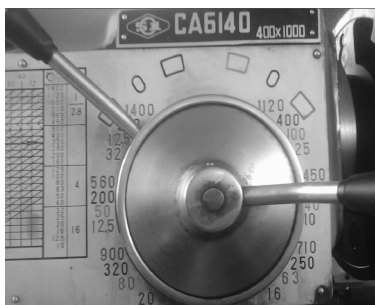

图 1-7 转速手柄
(1)演示 400 r/min 的启动与停止,停车变速。变速机构的转速手柄如图 1-7 所示。